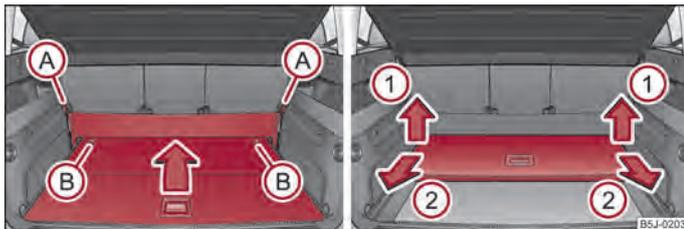

Fig. 49 Maletero: Plegar/retirar el piso de carga variable
- Desenganchar los lazos (A) ⇒ fig. 49 de la pared separadora elástica de sus puntos de sujeción.
- Girando los pernos de seguridad (B) aprox. 180° hacia la izquierda se desbloquea el piso de carga variable ⇒ fig. 49.
- Levante el piso de carga variable en el sentido de la flecha ① ⇒ fig. 49 y retirelo tirando de él en el sentido de la flecha ② ⇒ fig. 49.